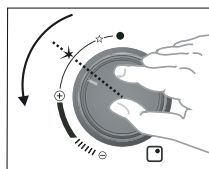

Figura 27
- Si el producto se encuentra especificado con la función de encendido automático, al presionar y girar la perilla entre la posición apagado y máximo se genera la chispa necesaria para la ignición. Una vez encendida la fuente de calor suelte la perilla en la posición deseada para el proceso de cocción. (Figura 27).